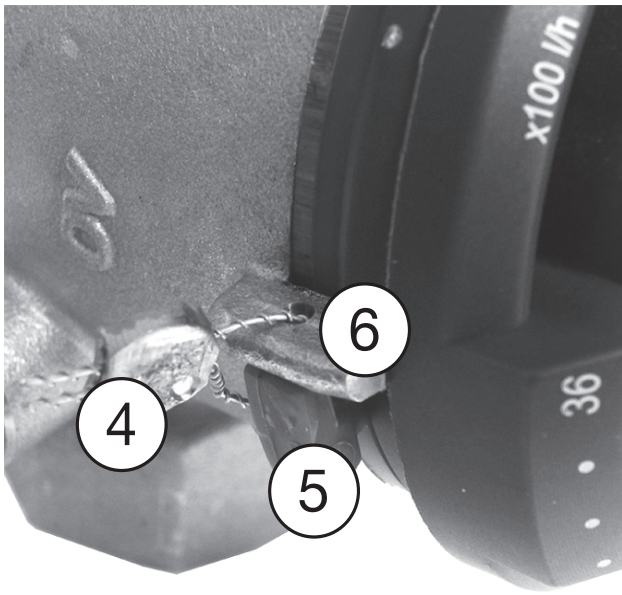

Abb. 12: Sichern der Voreinstellung
- 1 Blockierring (3) entfernen.
- 2 Handrad (2) drücken und drehen, bis die Sollwertmarkierung (1) auf den gewünschten Durchflusswert zeigt (Handrad schnappt danach in Verzahnung zurück).
- 3 Blockierring (3) wieder einsetzen.
Optional kann der Blockierring (5) mit dem Plombiersatz (4) (Zubehör, Art.-Nr. 1089091) an der Sollwertmarkierung (6) plombiert werden (siehe Abb. 12)